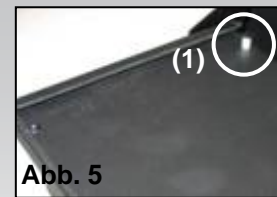
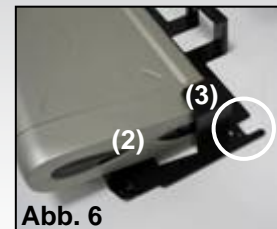

Abb. 5
Abb. 6
- 1) Öffnen Sie Ihre DataBox Allround XL Trolley und deren Druckerklappe. Auf der hinteren Druckerklappe sind beidseitig zwei Halterungen fixiert (Abb. 5 (1)). Diese dienen zur Befestigung der „QuickFix“ Halterung.
- 2) Der Drucker muß zuerst in die „QuickFix“-Halterung eingeschoben werden (Abb.6 (2)). Hierbei muß darauf geachtet werden, daß der Drucker in der Halterung fest platziert ist. Danach wird die Halterung mitsamt dem Drucker auf der Druckerklappe mit den Halterungen (Abb. 5 (1)) zusammengeführt. Dabei müssen die Auskerbungen der „QuickFix“-Halterung (Abb. 6 (3)) in die Halterungen auf der Druckerklappe bis zum Anschlag eingeschoben werden!